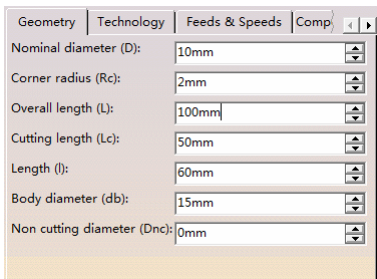

图 3-217 定义刀具参数 (10)
- 单击“More”按钮，单击“Geometry”选项卡，定义刀具参数（10）如图 3-217 所示。